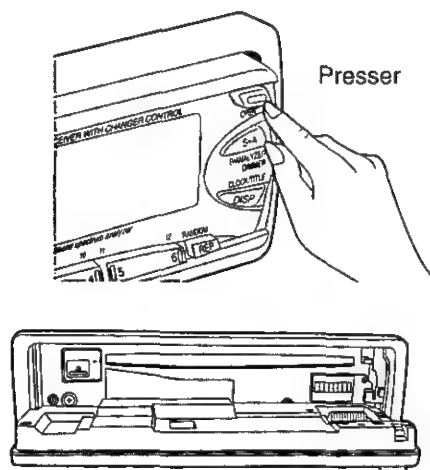

Fig. 4
- ① Couper le contact.
- ② Appuyer sur la touche d'ouverture [OPEN]. Le panneau avant amovible peut alors être ouvert. (→ Fig. 4)